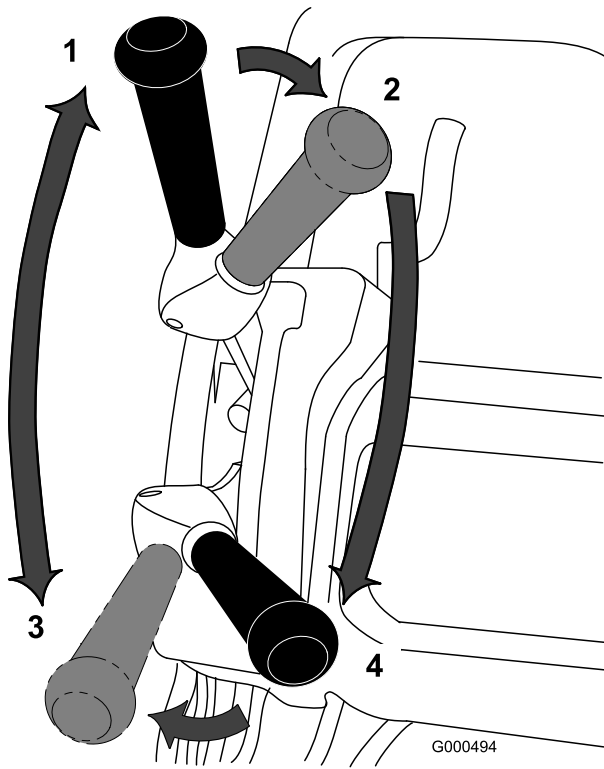

図 27
3. 走行レバーを走行に入れ、スロットルで希望の走行速度に調整しグリーン入ってリールを下ろし、刈り込み作業を始める 図 27。